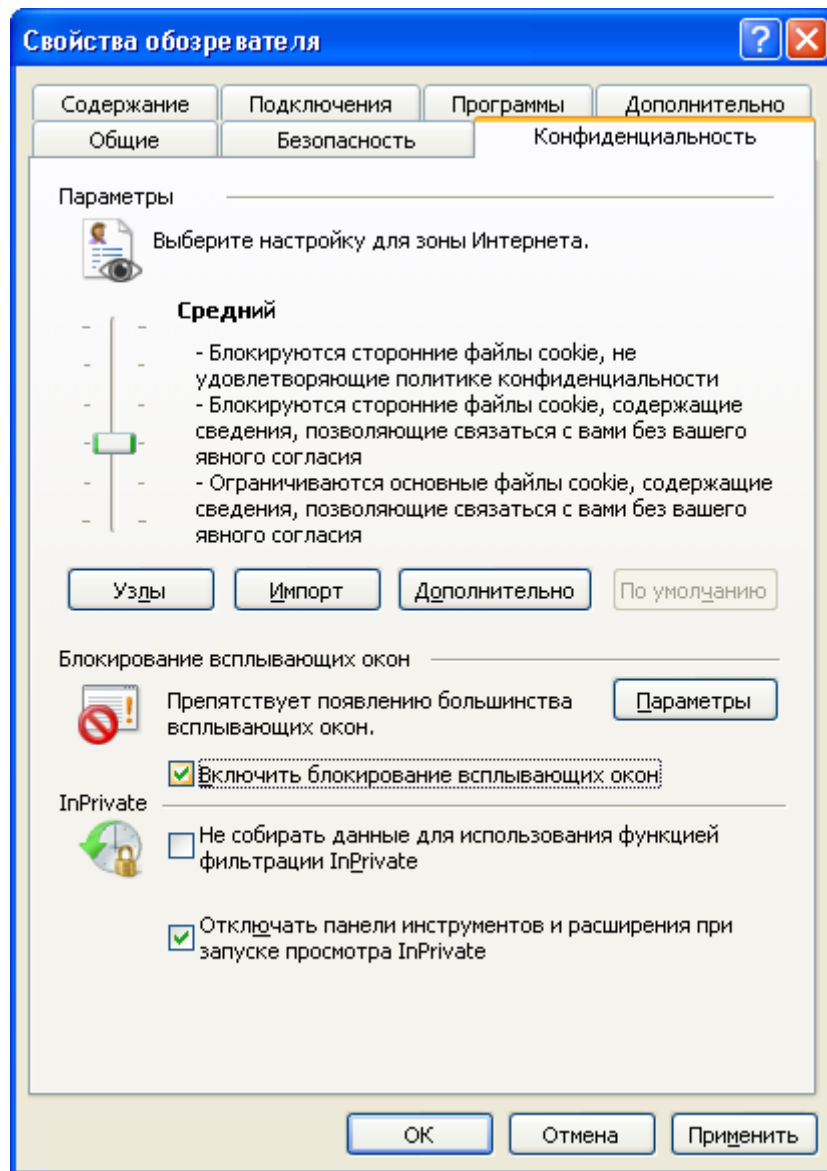

Рисунок 141 Вкладка «Конфиденциальность»
2. Снимите в браузере блокировку всплывающих окон. Для браузера Internet Explorer в меню выберите пункт Сервис ->Свойства обозревателя. В вкладке «Конфиденциальность» снимите галочку напротив «Включить блокирование всплывающих окон» (рис. 141).